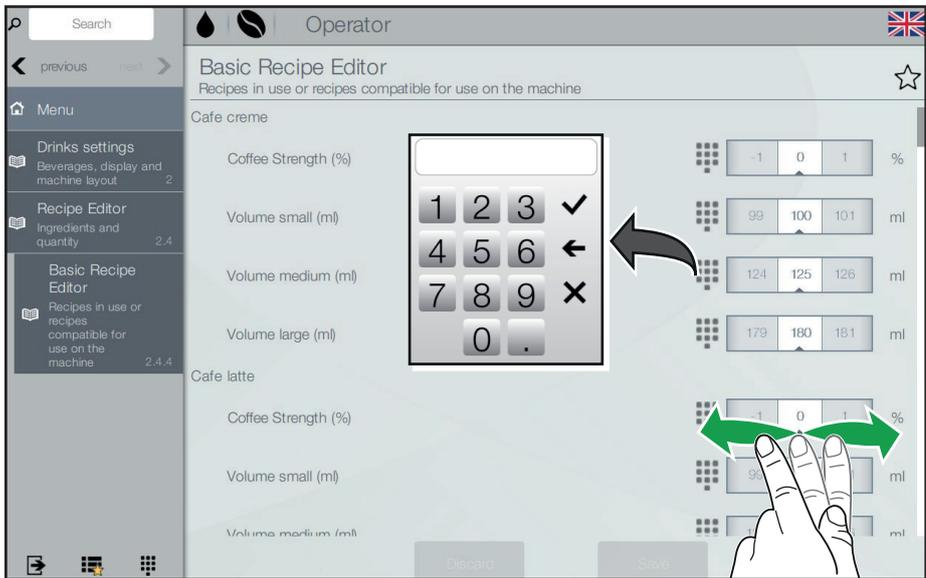

Fig. 6.9 - Modifica Ricette (Volume / Intensità)
- Impostare i valori richiesti tramite tastierino numerico o selezionatore di valori (fig. 6.9).